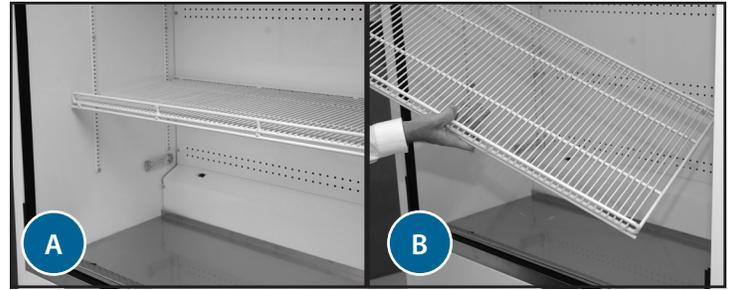

Fig. 1. Dé vuelta el estante.
1. Dé vuelta el estante de rejilla. La parte trasera del estante se convierte en la parte delantera. Consulte la fig. 1.